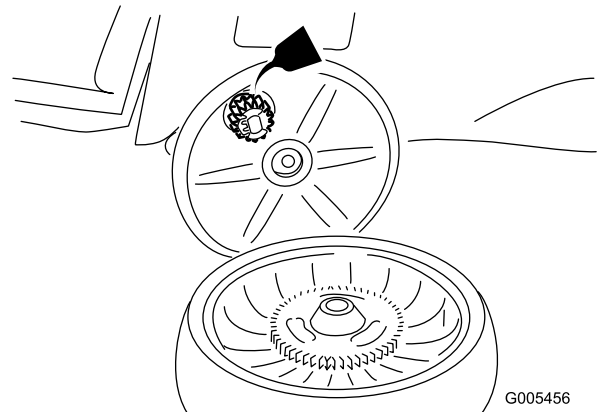

Figura 25
2. Aplique aceite lubricante a los engranajes según se indica (Figura 25).